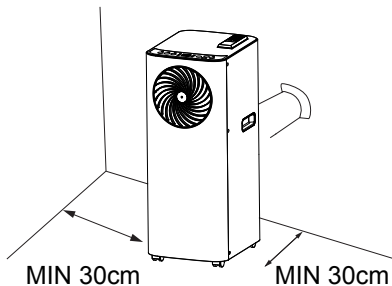

Abb. 5
Bei Bedarf kann das Gerät auch halbpermanent installiert werden (Abb. 5) Fahren Sie wie folgt fort:
- Setzen Sie das im Lieferumfang enthaltene Wandflanschzubehör (15) ein.
- Setzen Sie ein weiteres Schlauchende in die zuvor befestigte Vorrichtung ein, wie in (Abb.5) dargestellt
- Wenn der Schlauch nicht benutzt wird, setzen Sie die Kappe (15) auf den Abluftanschluss, um das Loch in der Wand zu bedecken.